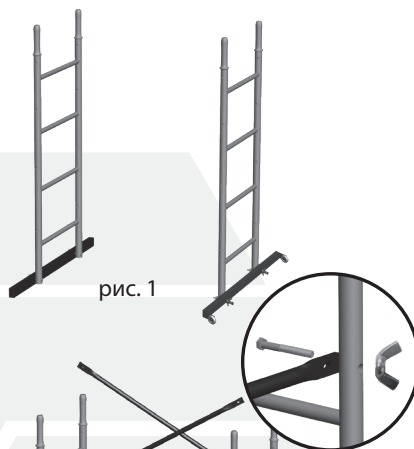

рис. 1
- При помощи крепежных болтов (6) присоединить опорные балки (1) к основанию лестниц (2). Одновременно к одной из балок присоединить колеса (5). (рис. 1)